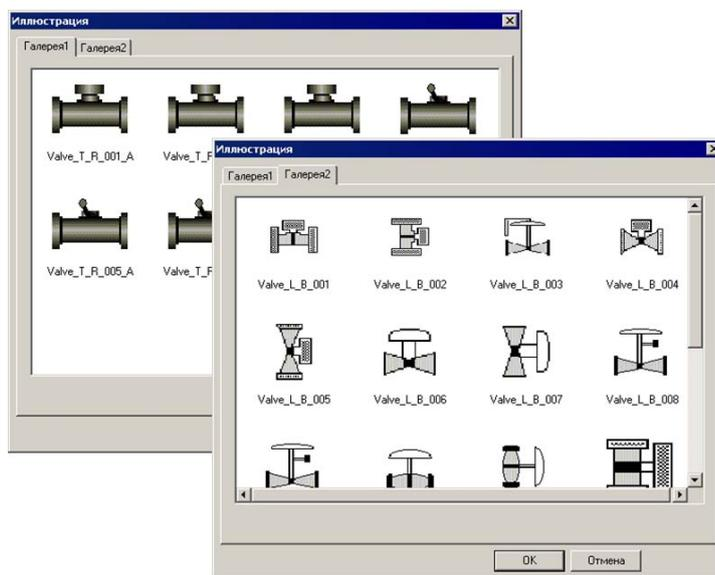

Рисунок 166
- 2) Нажать кнопку «Изменить». Откроется окно «Иллюстрация» (см. рис. 166).